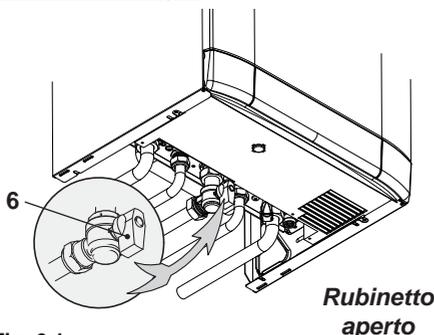

Fig. 6.1
- Aprire il rubinetto del contatore gas e quello della caldaia 6 in Fig. 6.1 .